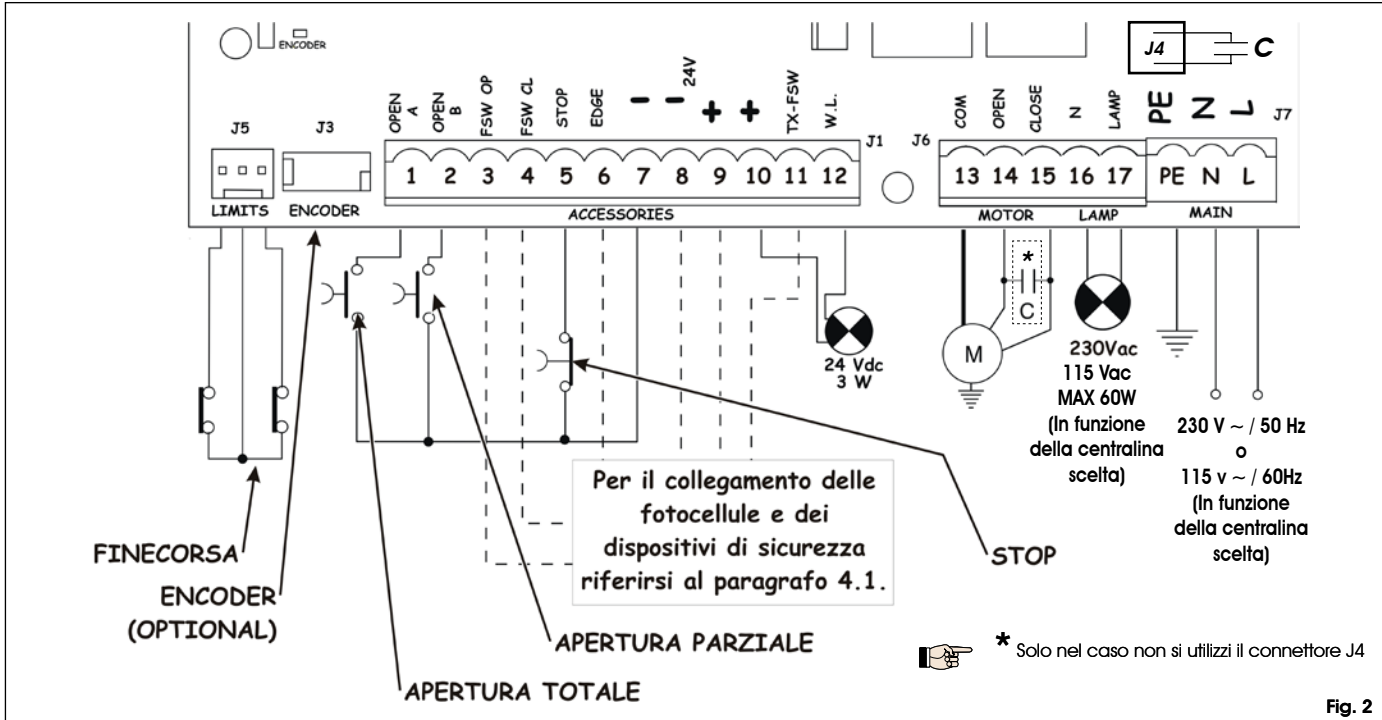

Fig. 2
4.2. Morsettiera J7 - Alimentazione (fig. 2)	pag.4
4.3. Morsettiera J6 - Motori e lampeggiatore (fig. 2)	pag.4
4.4. Morsettiera J1 - Accessori (fig. 2)	pag.4
4.6. Connettore J6 - Innesto rapido Finecorsa (fig. 2)	pag.5
4.7. Connettore J3 - Innesto rapido Encoder (fig. 2)	pag.5
Collegare il cavo di terra all'apposito morsetto previsto sul connettore J7 dell'apparecchiatura (vedi fig.2).
4.2. Morsettiere J7 - Alimentazione (fig. 2)
4.3. Morsettiere J6 - Motori e lampeggiatore (fig. 2)
4.4. Morsettiere J1 - Accessori (fig. 2)